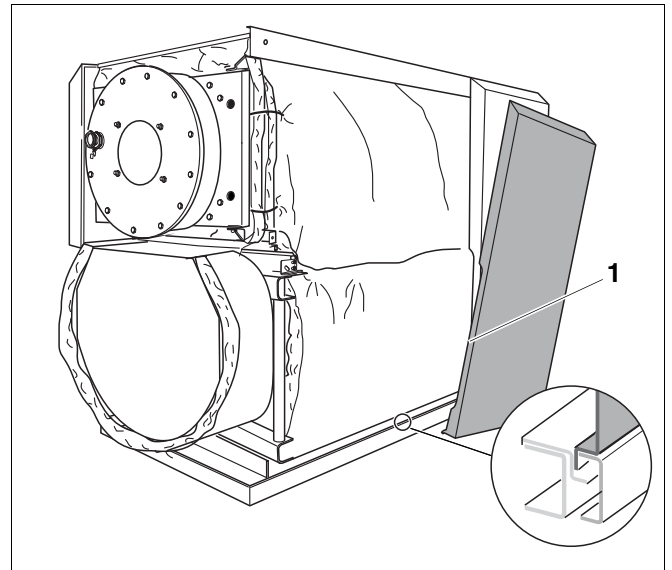

Рис.23 Установка боковых стенок внизу
- ▶ Установите заднюю и среднюю боковые стенки внизу отбортовкой между цокольной планкой и распоркой (рис. 23).